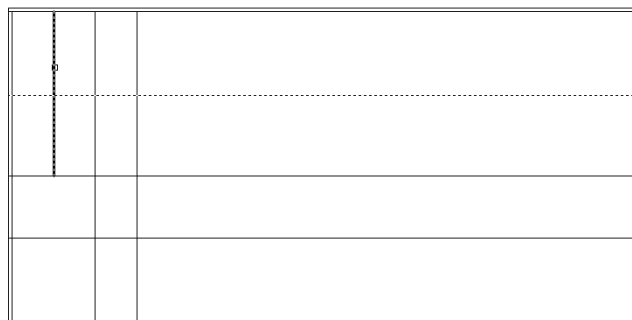

Рис. 4.13 ▼ Выбор линии, подлежащей обрезке (секущее ребро показано пунктиром)
4. Снова запустите команду **Обрезать** (Trim), нажав **Enter**, и обрежьте ту же вертикальную линию сверху, выбрав в качестве секущего ребра горизонтальную линию, показанную на рис. 4.13 пунктиром.